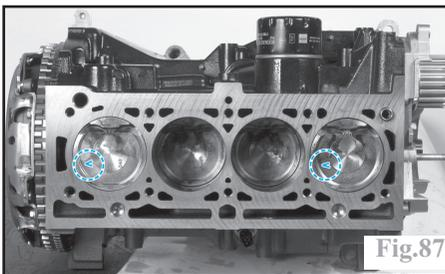

Fig.87
-mettre en place les ensembles bielle-piston convenablement huilés dans le bloc-cylindres (pointe du repère «V» vers le volant moteur) (Fig.87).